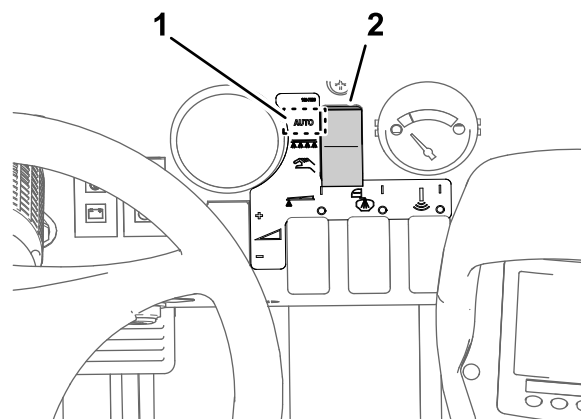

Figure 28
3. Placez le secteur de mode du pulvérisateur en position Mode débit d'application (Figure 28).